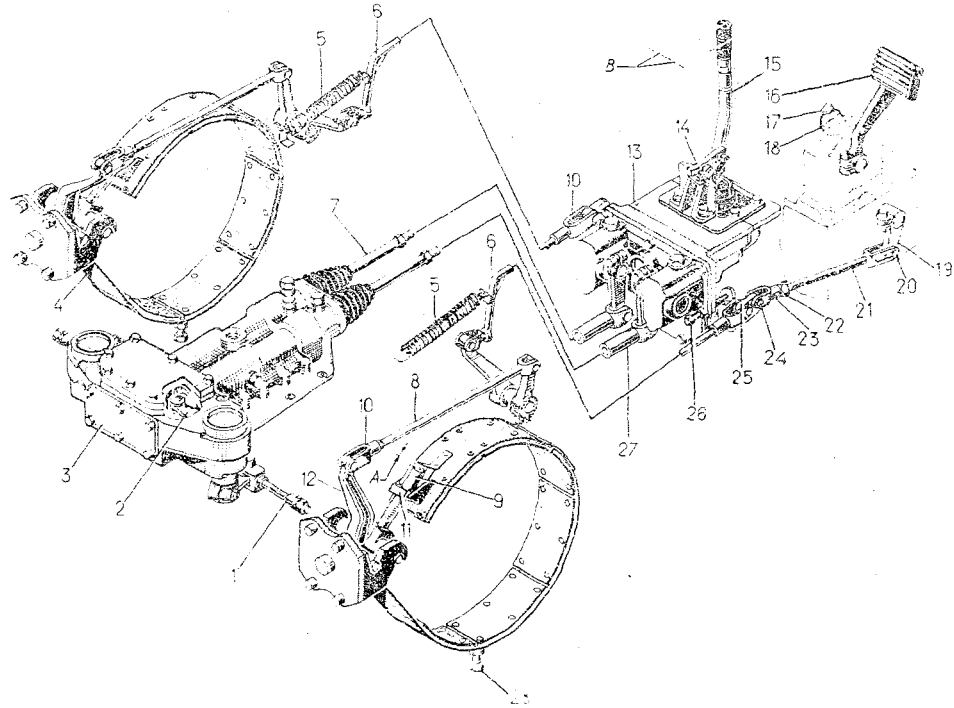

Рис. 36. Регулирование механизма управления поворотом и тормозов:
Регулирование механизма управления поворотом. Механизм управления поворотом регулируют с целью исключения пробуксовки бортовых фрикционов при их неполном включении, а также при увеличенном усилии на рычаге управления 15 (рис. 36).
- отрегулировать зазор между лентой и наружным барабаном вращением регулировочной гайки 9 (рис. 36). При нормально отрегулированном зазоре тормозные ленты не должны касаться барабанов, ход рычага 15 при затяжке тормозной ленты, замеренный по концу рукоятки, должен составлять 250—290 мм. Ход рычага проверять из крайнего переднего положения при работающем дизеле и включенном соответствующем бортовом фрикционе.
Регулирование положения педали тормоза. При выключенных тормозах педаль должна быть расположена под углом $(60 \pm 5)^\circ$ к полу кабины. При необходимости в регулировании следует снять коврик кабины, накладку гидрораспределителя и правую переднюю панель. Расшплинтовать палец 24 (рис. 36) и отсоединить тягу 21. Ослабить контргайку 18 и вращением упора установить требуемое положение педали. Ослабить контргайку 22 и, вращая вилку 23, добиться положения, при котором между пальцем 20 и проушиной не будет зазора. Затянуть контргайку и вставить шплинт в палец.